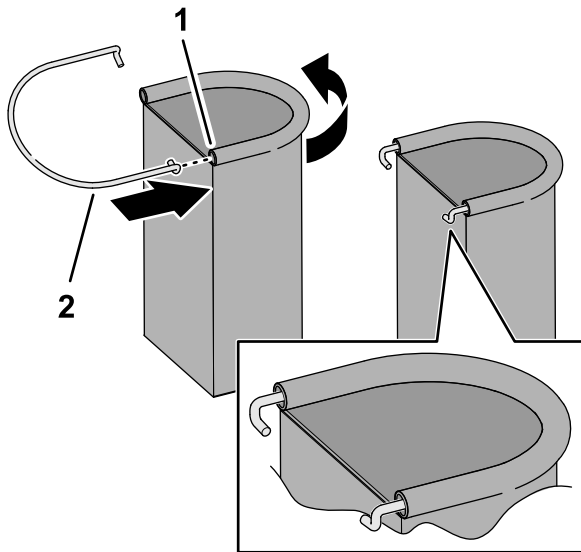

Figura 26
1. Insira uma barra do capot na manga do saco de armazenamento do EPP como se mostra na Figura 26.